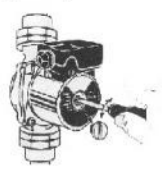

рис. 1
3. Удалите воздух из насоса ослабив заглушку, но не отвинчивая ее до конца (рис. 1)